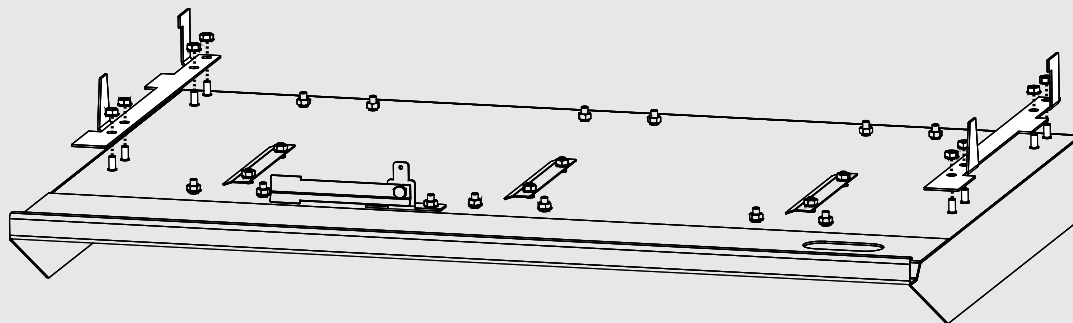

Figure 3
3. Installer les deux (2) supports latéraux à l'aide des quatre (4) écrous se trouvant déjà sur les tiges filetées de chaque côté de la plaque. **(Figure 3)**